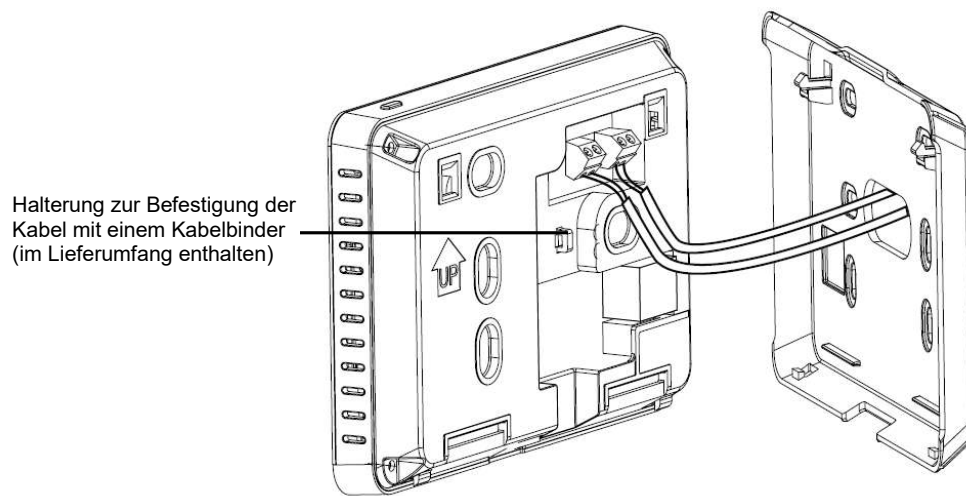

Abb. 4: Anschluss der Kabel am Zentralcontroller und Halterung für den Kabelbinder
3.1.3 Dieses Produkt ist an eine Unterputz-Installation der Kabel angepasst. Das Kommunikationskabel und das Stromversorgungskabel sind an den Klemmen gemäß Abb. 4 anzuschließen und an der Halterung mit einem Kabelbinder zu befestigen.